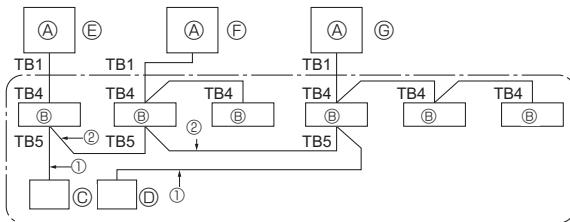

Fig. 10-1
10. Systemkontrol (Fig. 10-1)
- ① Udendørs enhed
② Indendørs enhed
③ Master fjernstyring
④ Underordnet fjernstyring
⑤ Standard 1:1 (kølemiddeladresse = 00)
⑥ Samtidig dobbeltanlæg (kølemiddeladresse = 01)
⑦ Samtidig tredobbelts anlæg (kølemiddeladresse = 02)